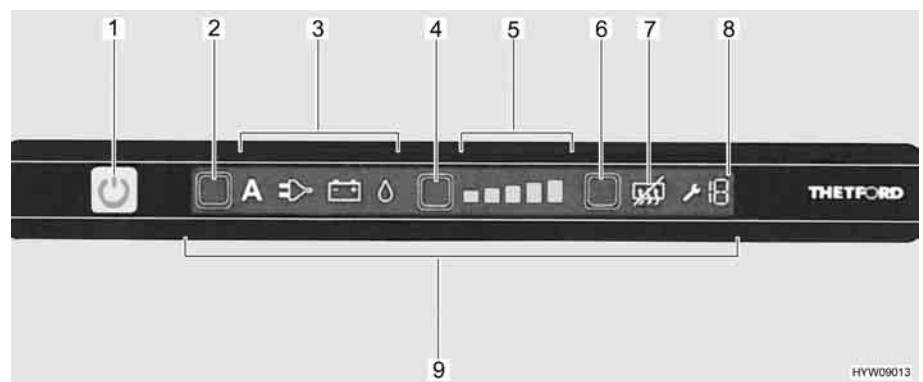

Fig. 181 Elementi di comando del frigorifero
Dopo l'accensione, il frigorifero seleziona automaticamente la regolazione del termostato impostata per ultima. Questa regolazione può essere modificata manualmente tramite il tasto del livello di refrigerazione (Fig. 181,4). Le barre luminose dell'indicatore del livello di refrigerazione (Fig. 181,5) visualizzano la temperatura selezionata sul termostato.
Con il tasto del livello di refrigerazione (Fig. 181,4) viene regolata la temperatura di refrigerazione per i tre tipi di energia. Ci vogliono alcune ore prima che il frigorifero raggiunga la temperatura di esercizio impostata. Cambiando la modalità di funzionamento la regolazione del termostato non viene modificata. La temperatura di refrigerazione è indipendente dal tipo di energia utilizzata.
- Premere il tasto On/Off (Fig. 181,1) per 1 secondo. Il tasto si illumina di verde. Gli indicatori si illuminano per 10 secondi, quindi vengono smorzati per risparmiare energia.
- Premere brevemente il tasto On/Off (Fig. 181,1) in qualsiasi momento. Vengono visualizzate le impostazioni attuali del frigorifero.
- Premere una o più volte il tasto di selezione energia (Fig. 181,2). I simboli modalità di funzionamento (Fig. 181,3) indicano la modalità di funzionamento selezionata.
- Premere il tasto del livello di refrigerazione (Fig. 181,4). L'indicatore del livello di refrigerazione (Fig. 181,5) indica la potenza di raffreddamento impostata.
- Premere il tasto del livello di refrigerazione (Fig. 181,4), finché viene visualizzata la potenza refrigerante desiderata.
- Premere il tasto On/Off (Fig. 181,1) per circa 2 secondi. Tutte le spie si spengono.
- Premere il tasto "Anti-condensa" (Fig. 181,6). Il simbolo di disattivazione della funzione anti-condensa (Fig. 181,7) si illumina.
- Premere nuovamente il tasto "Anti-condensa" (Fig. 181,6). Il simbolo di disattivazione della funzione anti-condensa (Fig. 181,7) si spegne.